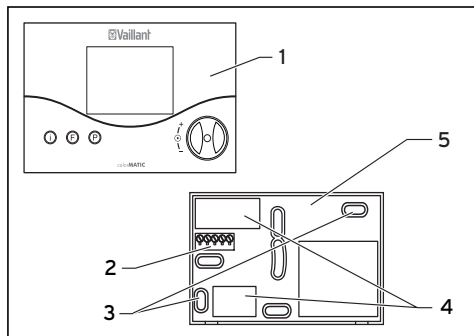
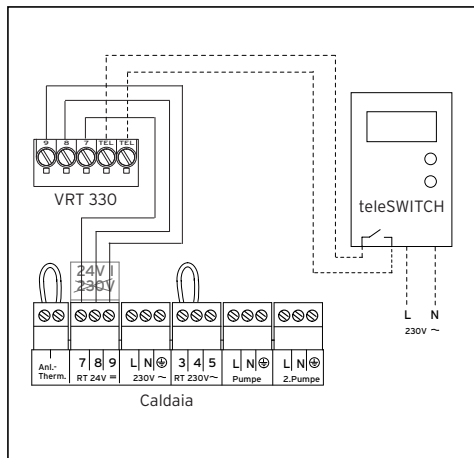

Fig. 9.1 Montaggio del termostato
Fig. 10.1 Allacciamento elettrico
- Staccare il termostato di termoregolazione (1) dal supporto murale (5).
- Praticare due fori di fissaggio (3) con diametro di 6 mm (come illustrato alla fig. 9.1) ed inserire i tasselli in dotazione.
- Fare passare il cavo di collegamento attraverso l'apposita fessura (4).
- Collegare il cavo di collegamento come illustrato nella fig. 10.1.
- Collegare il teleSWITCH come illustrato nella fig. 10.1. Osservare anche le istruzioni relative al teleSWITCH.